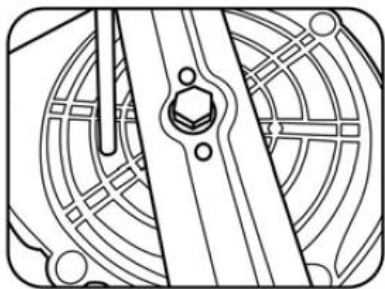

Рис. 8.1
- ❖ Закрепите лезвие против движения с помощью отвертки. Рисунок 8.1